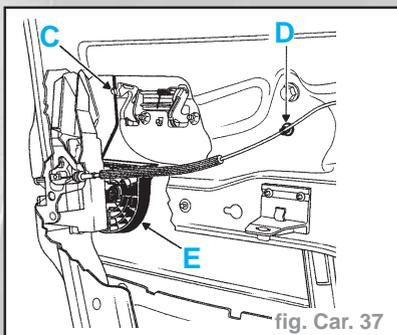

fig. Car. 37
- les deux vis de fixation (A) de la patte d'inviolabilité
- les trois vis de fixation (B) de la serrure sur le caisson de porte
- Dégraffer la tringle de commande d'ouverture de porte extérieure (C) (fig. Car. 37).